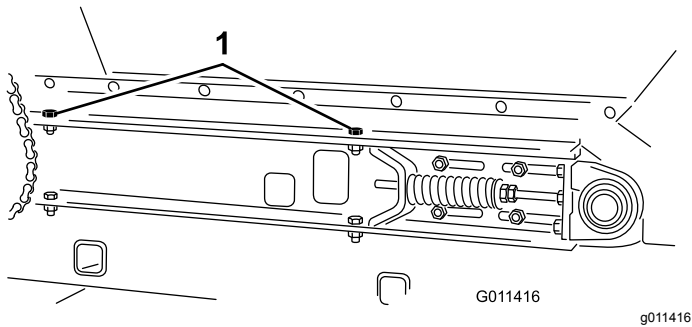

Figura 32
4. Retire los 2 tornillos de caperuza, las arandelas y las tuercas a cada lado de la máquina y que sujetan la tolva a la plataforma deslizante (Figura 32).